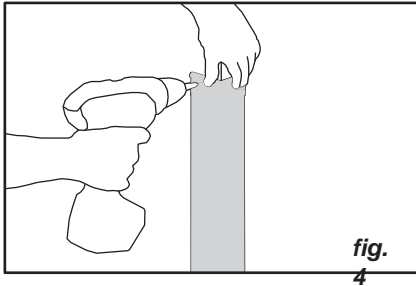

fig. 4
- Taladre la pared, coloque los tacos y atornille a la pared empezando por la tapa inferior, el núcleo de aluminio y la tapa superior (fig. 4).